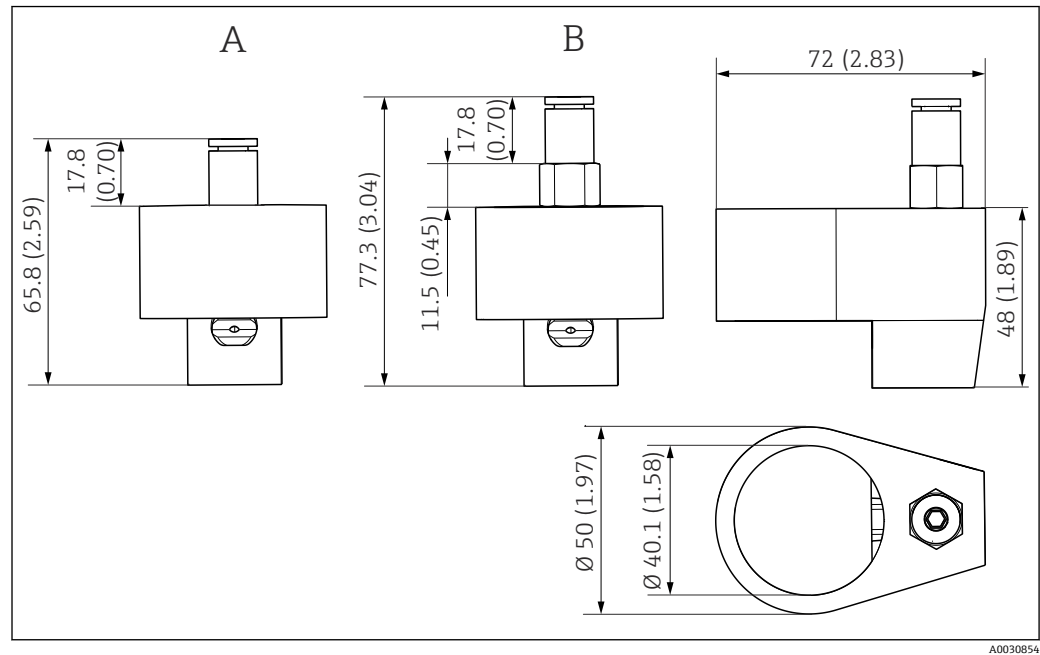

图 9 压缩空气清洗系统的外形尺寸；单位：mm (in)
- 双传感器系统（两个光源，每个光源带两个光接收器）可有效补偿污垢导致的测量误差（四波束脉冲光测量→图 9）。